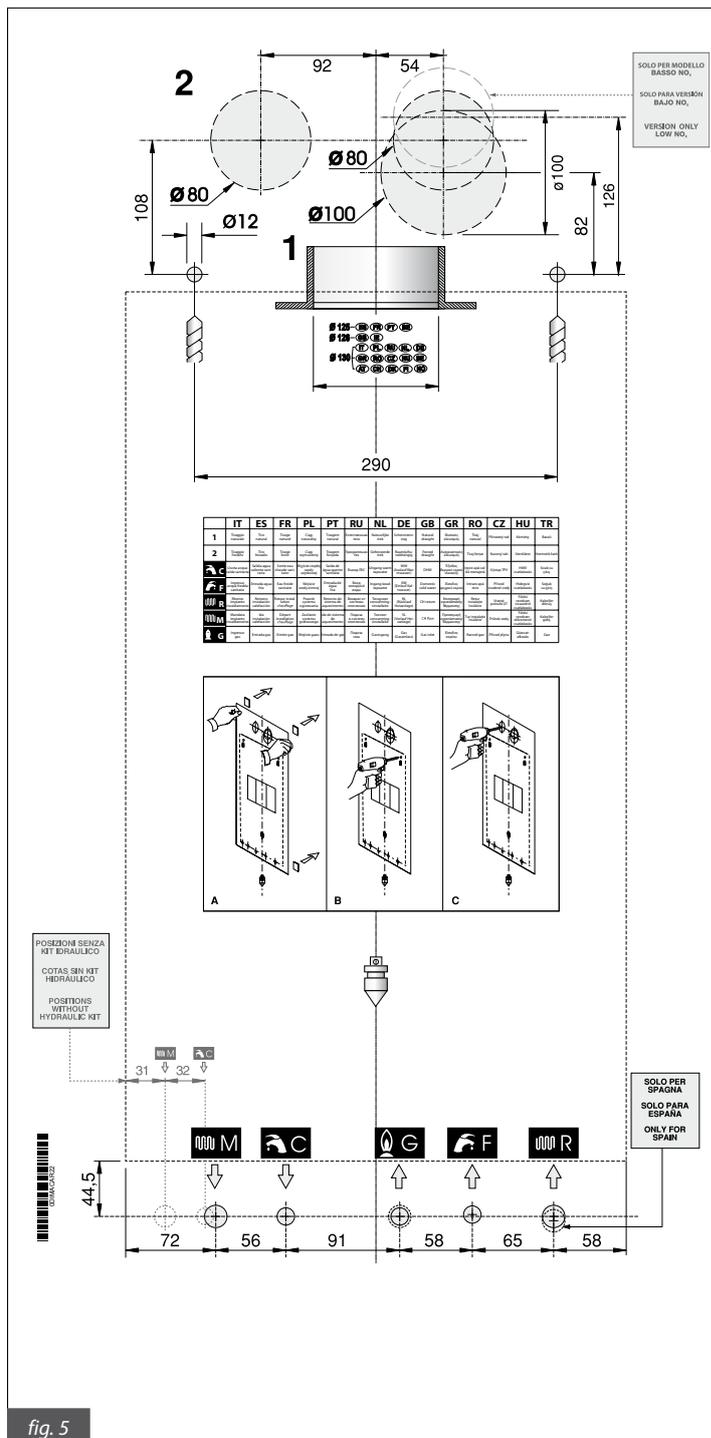

fig. 5
- c) la dima di fissaggio della caldaia al muro (fig. 5);
Ogni apparecchio è corredato di un'apposita dima in carta (fig. 5), contenuta nell'imballo, che consente la predisposizione delle tubazioni di allacciamento all'impianto di riscaldamento, all'acqua sanitaria, alla rete del gas e alle tubazioni di aspirazione aria/scarico fumi al momento della realizzazione dell'impianto idraulico e prima dell'installazione della caldaia.
La mandata e il ritorno del riscaldamento devono essere allacciati alla caldaia ai rispettivi raccordi da 3/4" M e R (fig. 5).
L'alimentazione e la mandata dell'acqua sanitaria devono essere allacciati alla caldaia ai rispettivi raccordi da 1/2" C ed F (fig. 5).